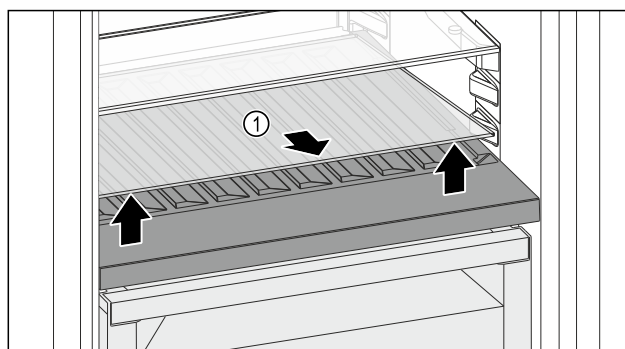

Fig. 180
- Ngrini lart përpara pllakën e xhamit Fig. 180 (1) te foleja dhe tërhiqeni jashtë.
- ▶ Ruani të sigurt pllakën e xhamit *Fig. 180 (1)* jashtë pajisjes.
- ▶ Vendoseni pllakën e xhamit (2) nën raftin mbajtës të ndryshueshëm të shisheve.